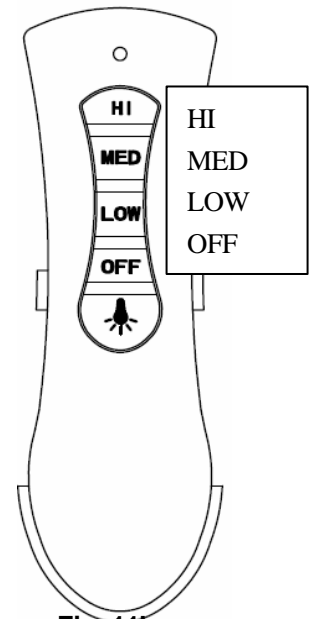

Fig. 11b
3. Emboîtez la télécommande dans le support. (Fig. 11b).